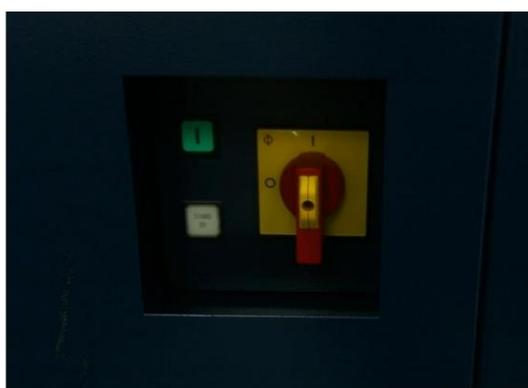

图 1-1
1.3 XRD **仪器开机**：在衍射仪左侧下面有**开关机旋钮**和**按键**，先将**红色旋钮**放在“1”的位置，再将**绿色（标有“I”）按钮**按下（图 1-1）。此时机器开始启动和自检。启动完毕后，机器正面左侧面的两个指示灯显示为白色。